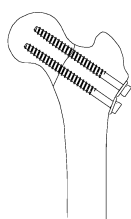

図6
- 5) ガイドピンを取り外し、インプラントを完了します。(図6)